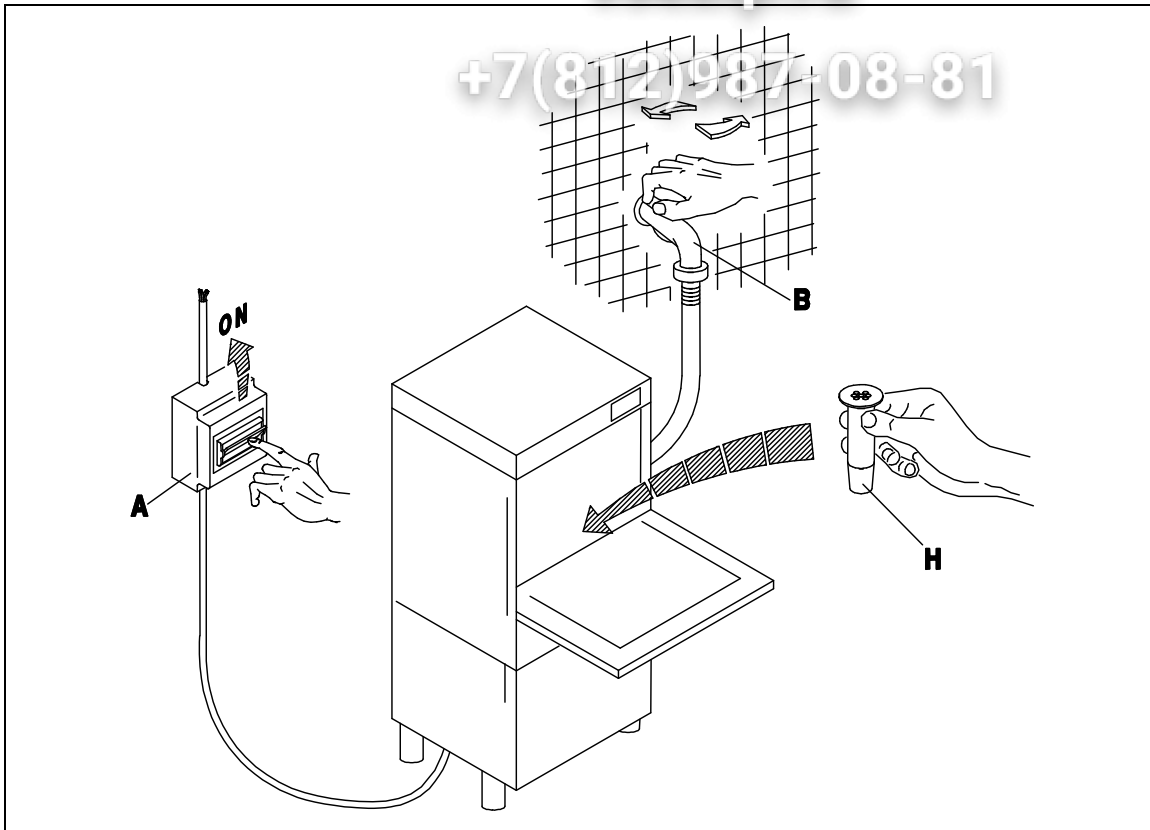

Fig. 3-1
- Aprire il rubinetto dell'acqua (B), inserire l'interruttore generale (A). Attivare l'interruttore principale dell'apparecchio (1), ne conseguirà l'accensione della spia (A) evidenziando che la macchina è sottoposta a tensione. A porta chiusa l'apparecchio si riempie d'acqua e alla fine del carico, si inseriscono automaticamente le resistenze della vasca e del boiler. Il funzionamento delle resistenze è reso visibile dall'accensione delle spie (D) ed (E). Quando entrambe le spie si spengono l'acqua avrà raggiunto le temperature impostate e l'apparecchio sarà pronto per iniziare il lavaggio. (fig. 3-1÷3-2)
- Turn on the water tap (B) and switch on the master switch (A). Turn the appliance ON switch (1), which will cause the warning light (A) to illuminate, indicating that the machine is live. When the door is closed the appliance fills with water. When it is full, the tub and boiler heating elements come on automatically. When the elements are activated, the warning lights (D) and (E) are illuminated. When both warning lights go out the water has reached the set temperature and the appliance is ready to begin the washing cycle. (fig. 3-1÷3-2)
- Öffnen Sie den Wasserhahn (B) und betätigen Sie den Hauptschalter (A). Beim Betätigen des Schalters (1) am Gläser-spüler wird die Anzeige (A) aufleuchten, an der Sie erkennen können, daß die Maschine unter Spannung steht. Bei geschlossener Tür läuft Wasser in die Maschine; ist die nötige Wassermenge einmal erreicht, so schalten die Widerstände des Spülbehälter und des Boilers automatisch ein. Der Betrieb der Widerstände wird durch das Aufleuchten der Anzeigen (D) und (E) erkennbar. Beide Leuchtanzeigen erlöschen, wenn das Wasser eine vorbestimmte Temperatur erreicht hat, d. h. wenn der Gläser-spüler betriebsbereit ist. (fig. 3-1÷3-2)
- Ouvrir le robinet (B) et insérer l'interrupteur général (A). Ouvrir l'interrupteur principal de l'appareil (1), le voyant (A) s'allumera ce qui signifie que la machine est branchée. L'appareil se remplit d'eau avec porte fermée et à la fin du chargement les éléments chauffants de la cuve et du boiler entrent automatiquement en action. Les voyants (D) et (E) s'allument quand les éléments chauffants fonctionnent. Les deux voyants s'éteignent dès que l'eau a atteint la température programmée et l'appareil est prêt pour commencer le lavage. (fig. 3-1÷3-2)
- Abrir el grifo del agua (B), conectar el interruptor general (A). Activar el interruptor principal del aparato (1); el encendido de la luz testigo (A) indica que la máquina está en tensión. Con puerta cerrada el aparato se llena de agua y cuando la carga esté terminada se conectarán automáticamente las resistencias del tanque y de la caldera. El funcionamiento de las resistencias es señalado por el encendido de las luces indicadores (D) y (E). Cuando ambas luces se apaguen, el agua habrá alcanzado la temperatura programada y el aparato estará listo para empezar el lavado. (fig. 3-1÷3-2)
- A riempimento avvenuto, aprire la porta (I) e introdurre il detersivo (ca. 2 gr. per litro di capacità della vasca). Inserire il cesto (L) carico e chiudere la porta (I). Selezionare il ciclo di lavaggio inserendo il pulsante (4) ciclo breve (tasto premuto) ÷ ciclo lungo (tasto rilasciato). A questo punto premere il pulsante START (3) (almeno per 2 secondi) e avrà inizio il ciclo di lavoro visualizzato dalla lampada spia (C): la fine del ciclo coincide con lo spegnimento di questa spia. Per spegnere la macchina si dovrà disinserire l'interruttore (1) portandolo nella posizione (0) spia (A) spenta. (Fig.3-1÷3-3).
- Lorsque le remplissage est terminé, ouvrir la porte (I) et verser le détersif (environ 2 g pour chaque litre remplissant la cuve). Introduire le panier (L) plein et fermer la porte (I). Sélectionner ensuite le cycle de lavage en actionnant le bouton-poussoir (4) cycle court (touche enfoncée) ÷ cycle long (touche relâchée). A ce stade, presser le bouton-poussoir START (3) (au moins 2 secondes) et le cycle de fonctionnement commencera, visualisé par la lampe-témoin (C). La fin du cycle coïncide avec l'extinction de ce voyant. Pour arrêter la machine, il faudra débrancher l'interrupteur (1) en le ramenant sur la position (0): lampe-témoin (A). (Fig.3-1÷3-3).
- Después del llenado, abra la puerta (I) y vierta el detergente (2 gramos aproximadamente por litro de capacidad de la cuba). Introduzca el cesto (L) carga y cierre la puerta (I). Seleccione el ciclo de lavado por medio del selector (4) ciclo breve (tecla pulsada) ÷ ciclo largo (tecla soltada). Pulse ahora START (3) (al menos durante 2 segundos) para arrancar el ciclo de trabajo: se enciende la luz testigo (C), que se apagará al final del ciclo. Para apagar la máquina desconecte el interruptor (1) posición 0, luz testigo (A) apagada. (Fig.3-1÷3-3).